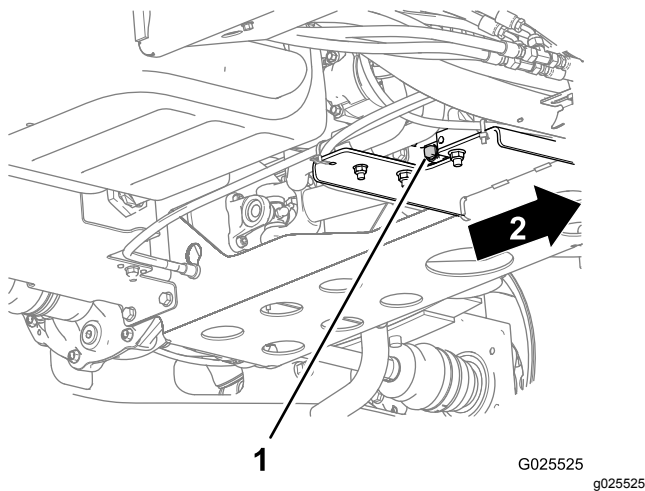

Figura 44
2. Allineate una grande bacinella di spurgo sotto il tappo di spurgo dell'olio (Figura 44).
3. Togliete il tappo di spurgo e lasciate defluire l'olio in una bacinella (Figura 44).